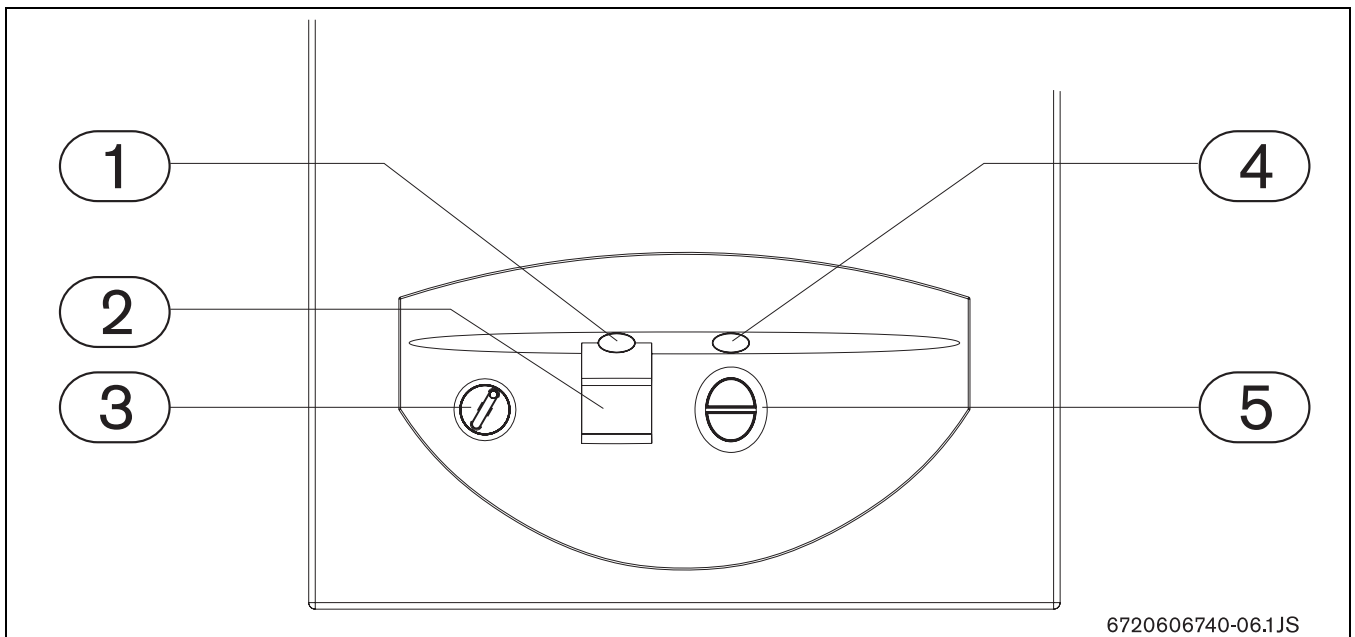
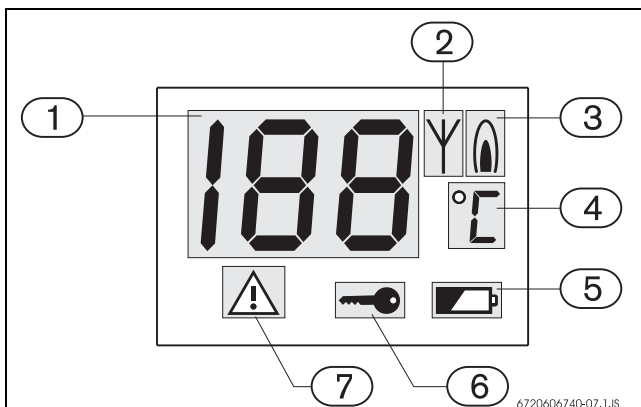

Fig. 4
Fig. 5 Display multifunzioni, a cristalli liquidi
Ruotare l'interruttore principale (→Fig. 4, pos. 3) in posizione di funzionamento (capitolo 3.3).
- premere il tasto di riarmo (→Fig. 4, pos. 1).
Memorizzando o selezionando una temperatura tramite telecomando, durante il prelievo d'acqua calda (p.es. una doccia) non sarà possibile modificare la temperatura con i tasti del quadro comandi o usando un eventuale 2° telecomando poiché la "funzione di priorità", subentrata automaticamente, impedisce che un altro utente possa modificare la temperatura durante l'erogazione d'acqua calda. La "funzione di priorità, viene visualizzata su tutti i display, mediante il simbolo "chiave" (→Fig. 5, pos. 6). La stessa funzione subentra quando viene selezionata o memorizzata una temperatura, tramite i tasti del quadro comandi. Anche in questo caso durante la erogazione d'acqua calda, non sarà possibile modificare la temperatura tramite il/i telecomando/i: sarà necessario agire presso i tasti del quadro comandi.
Questo apparecchio dispone di un sistema di segnalazione delle anomalie. L'avviso di eventuali anomalie avviene per mezzo di segnali, mediante una spia luminosa rossa incorporata nel tasto di riarmo (→Fig. 4, pos. 1), da un codice di errore visualizzato nel display del quadro comandi (→Fig. 4, pos. 2) e da un simbolo di "blocco di sicurezza" (→Fig. 5, pos. 7). L'apparecchio torna a funzionare una volta rimossa la causa del guasto e dopo aver premuto il tasto di riarmo.